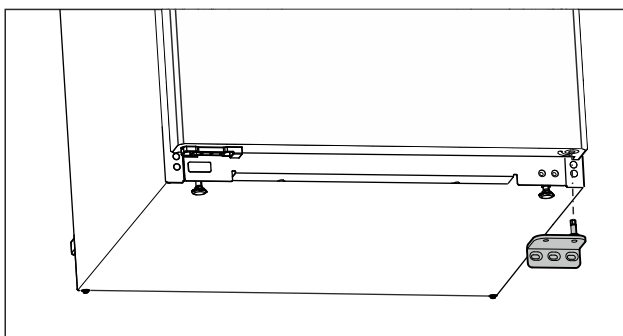

Fig. 12
- ▶ Odoberte ložiskovú konzolu smerom nadol. (pozri Fig. 12)